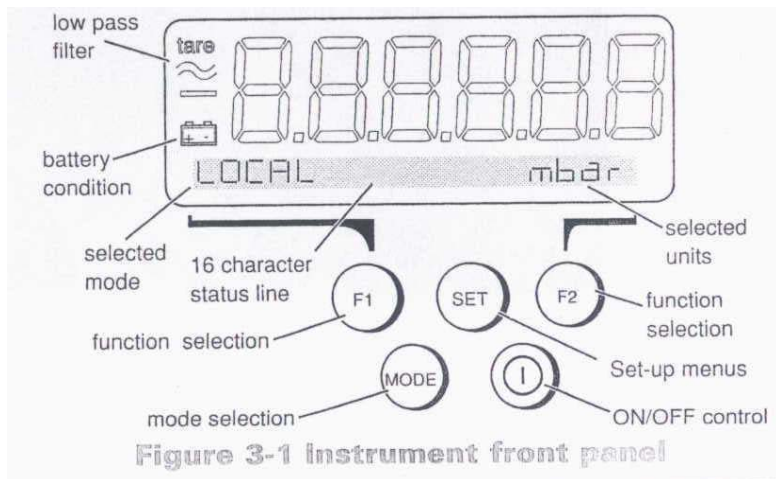

Рисунок 3-1. Передняя панель прибор
3.1 Общие положения (Рис. 3-1)
3.2 Режим измерений (Рис. 3-1)